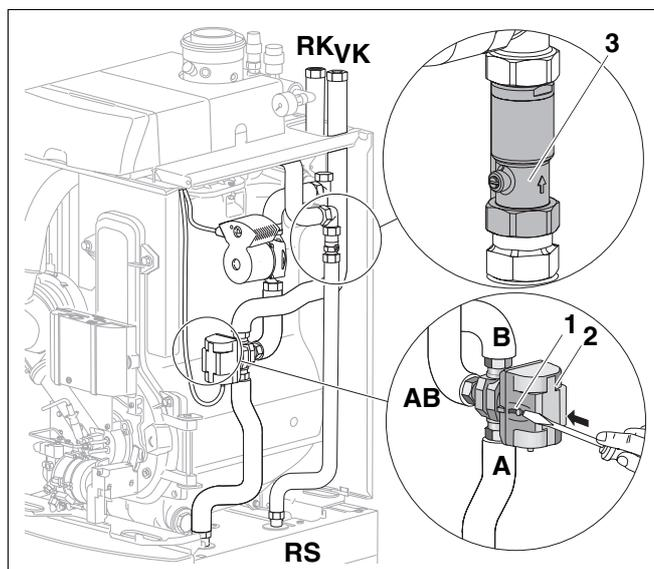
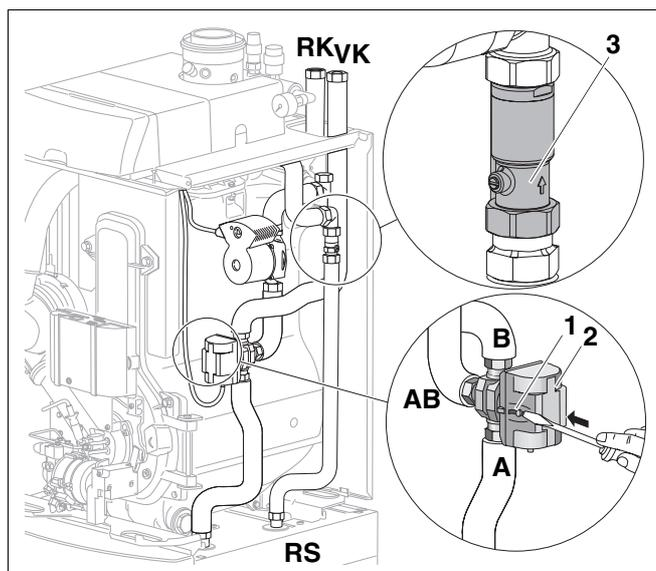
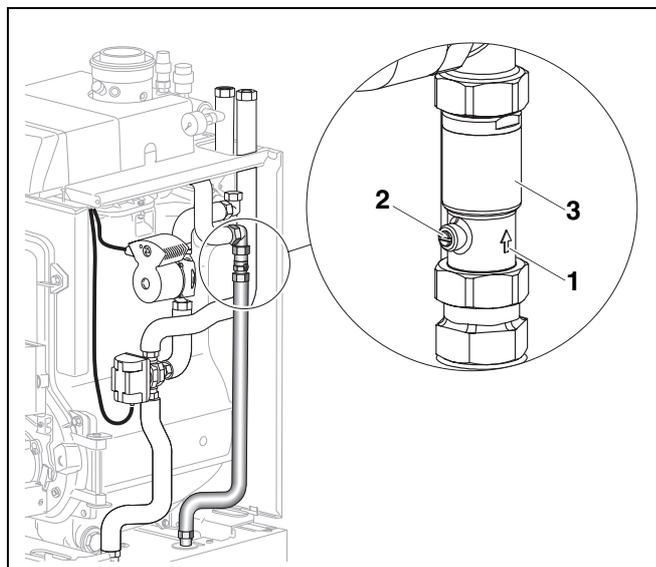

Fig. 24 Commutatore manuale della valvola a tre vie della Logano G135T (l'ingrandimento mostra la valvola a tre vie da dietro)
Fig. 28 Commutatore manuale della valvola a tre vie della Logano G135T (l'ingrandimento mostra la valvola a tre vie dal dietro)
Fig. 29 Direzione d'installazione della valvola d'intercettazione per la Logano G135T.
Assicurarsi che la valvola a tre vie (fig. 24, **pos. 2**) sia aperta senza corrente tra i collegamenti AB e B (cfr. fig. 24).
Per esercizio d'emergenza: Se l'organo di regolazione è difettoso, la valvola a tre vie (fig. 24, **pos. 2**) può essere aperta mediante il commutatore manuale (fig. 24, **pos. 1**) da AB - B a AB - A (cfr. ingrandimento in fig. 24).
- Aprire la valvola d'intercettazione (fig. 24, **pos. 3**, se disponibile) (cfr. anche fig. 29, **pos. 2**, e l'avvertenza per l'utente a pagina 35).
- Portare eventualmente il commutatore manuale (fig. 28, **pos. 1**) della valvola a tre vie (fig. 28, **pos. 2**) in posizione d'esercizio.
- Riportare eventualmente la valvola d'intercettazione (fig. 28, **pos. 3**) in posizione d'esercizio (cfr. anche fig. 29, **pos. 2**, e l'avvertenza per l'utente a pagina 35).
Per le possibilità di regolazione manuale della valvola a tre vie della Logano G135T, fare riferimento a fig. 24 ed alla relativa avvertenza per l'utente a pagina 32.
La freccia (fig. 29, **pos. 1**) della valvola d'intercettazione indica la direzione di flusso e deve puntare verso l'alto.
Possibilità di regolazione agendo sul taglio della vite (fig. 29, **pos. 2**) della valvola d'intercettazione (fig. 29, **pos. 3**):